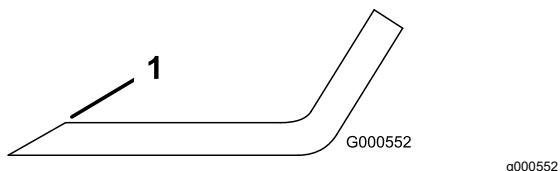

Figure 77
Remarque: Si la lame est déséquilibrée, limez un peu l'extrémité de l'ailette seulement (Figure 77).
1. Au moyen d'une lime, aiguissez les tranchants aux deux extrémités de la lame (Figure 77).